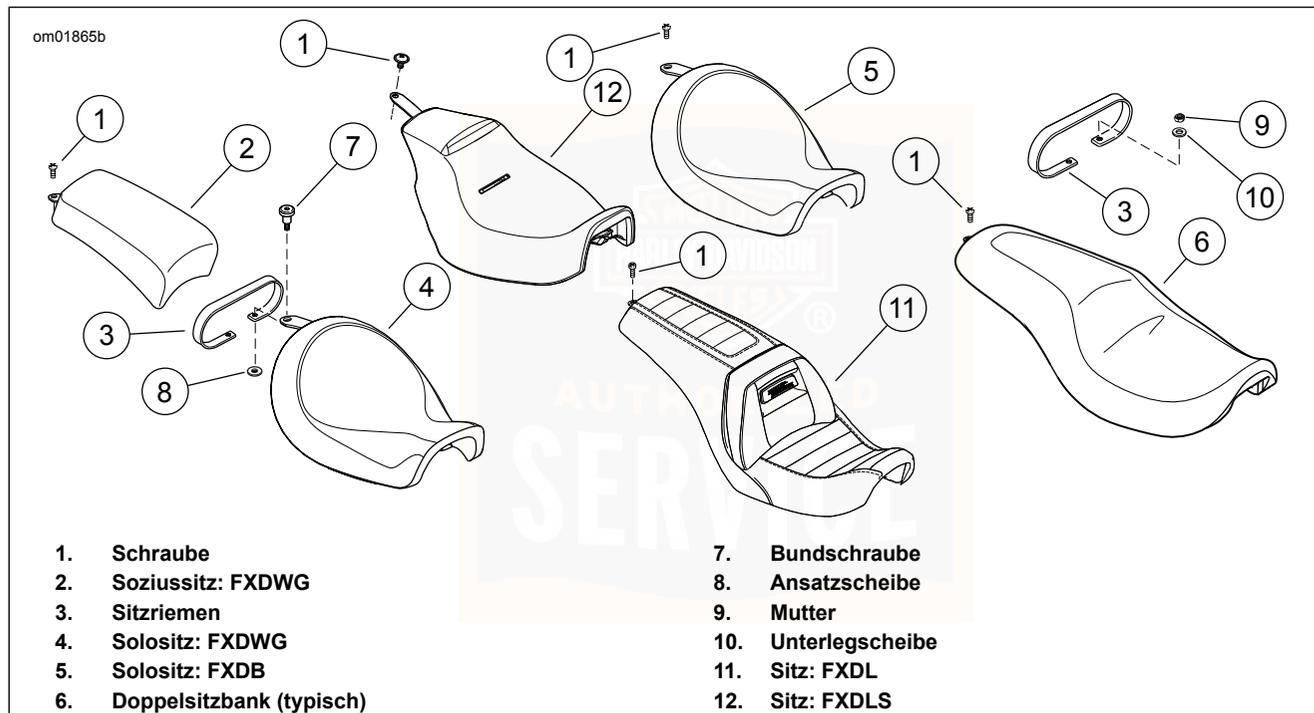

Abbildung 78. Sitz
1. Siehe Abbildung 78. Die Schraube (1) vom Soziussitzpolster (2) entfernen.
2. Den Soziussitz nach vorne schieben, um ihn von der Bundschraube (7) zu lösen.
3. Bundschraube (7), Sitzriemen (3) und Ansatzscheibe (8) entfernen.
4. Den Sitz (4) nach hinten schieben und ausbauen.
2. Siehe Abbildung 78. Den Sitz (4) nach vorne schieben, bis die vordere Sitzzunge unter der Kraftstofftankbefestigung einrastet.
3. Die Zunge hinten am Sitz, die Löcher im Sitzriemen (3) und die Unterlegscheibe (8) auf das Loch im Schutzblech ausrichten.
4. Die Bundschraube (7) einsetzen und sicher anziehen.
5. Den Soziussitz (2) durch den Sitzriemen schieben und den Schlitz unter dem Soziussitz mit dem Kopf der Bundschraube (7) ausrichten.
7. Schraube (1) anbringen und fest anziehen.
1. Siehe Abbildung 78. Die Schraube (1) entfernen.
2. Bei Doppelsitzbänken den Sitz ein wenig anheben und die Mutter (9) und Unterlegscheibe (10) vom Befestigungsbolzen unter dem Sitz entfernen. Den Sitzriemen (3) ausbauen.
1. Siehe Abbildung 78. Den Sitz (5, 6, 11) auf den Rahmenrücken legen.
3. Die Unterlegscheibe (10) und Mutter (9) anbringen, um den Sitzriemen (3) am Befestigungsbolzen unter dem Sitz zu sichern. Auf folgendes Drehmoment anziehen: 6,7–10,2 N·m (60–90 **in-lbs**).
4. Schraube (1) anbringen und fest anziehen.
5. Den Sitz (5, 6, 11) und den Sitzriemen (3) nach oben ziehen, um sicherzustellen, dass sie richtig gesichert sind.